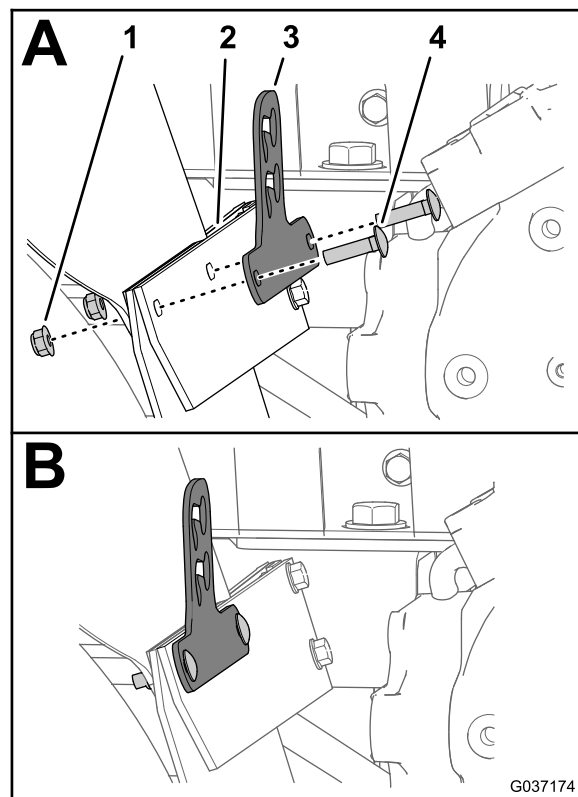

Figura 10
3. Monte el soporte de la válvula, la pletina de la aleta, el guardabarros y la aleta (Figura 10) con los 2 pernos de cuello cuadrado (5/16" x 1-1/4") y las 2 contratuercas con arandela prensada (5/16").